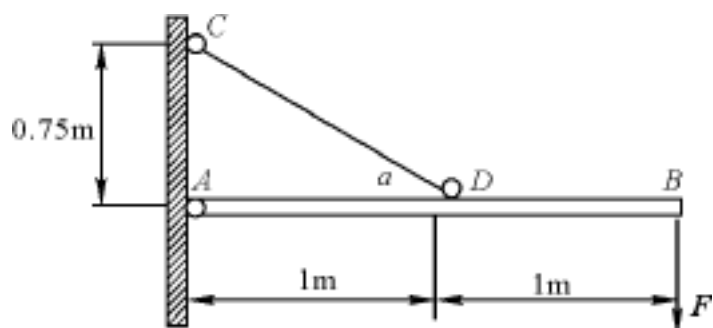

图 2.10
4. 如图 2.10 所示, 水平刚性杆 AB 由直径为 20 mm 的钢杆 CD 拉住, 在端点 B 处作用有载荷 F , 钢的许用应力 $[\sigma_{st}] = 160 \text{ MPa}$, 弹性模量 $E_{st} = 210 \text{ GPa}$, 试求: